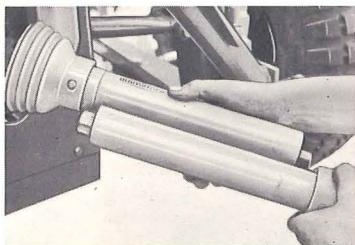

Fig. 6
2. Vid den första monteringen skall den främre kardanaxelhalvan stickas på traktorns kraftuttagsaxel. Kardanaxelrören skall dock inte skjutas in i varandra, utan hållas bredvid varandra för kontroll att ingreppet blir minst 60 mm och att ändarna inte går emot kardanknutarna, fig. 6. Vinkelrörelsen hos kardanknutarna får inte överstiga 25°. Glöm inte att smörja kardanaxelrören. Skyddet över kraftuttagsaxeln är demonterbart. Efter tre-fyra påfyllningar av gödsel i behållaren skall bultarna för anfästning av denna vid ramen kontrolleras och ev efterdras.